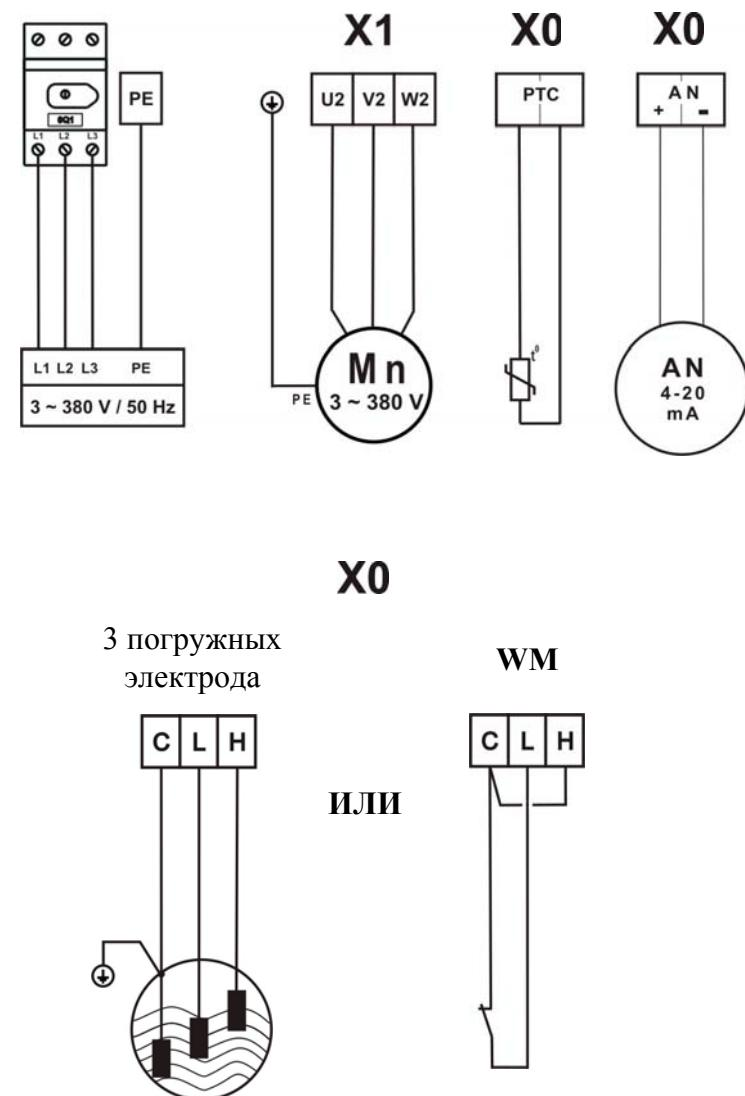

Рис. 3 Схема подсоединения сетевых контактов и клеммных колодок
- Для подключения питающей трехфазной электросети ~380 В, 50 Гц к прибору необходимо использовать соответствующий кабель и контакты основного сетевого рубильника или его клеммников и клеммника заземления (рис.3) - L1, L2, L3, PE
- Для подключения насоса в соответствии со значением номинального тока подключаемого двигателя (указывается на шильдике двигателя насоса) по Таблице 5 установить сечение токопроводящих жил кабеля "прибор - двигатель насоса". Соответствующим кабелем подключить клеммы трехфазного двигателя насоса U-V-W, PE к соответствующим клеммам колодки X1 (рис.3), расположенной на синус-фильтре. Клеммы терморезистора PTC/WSK подсоединить к соответствующим клеммам колодки XO (рис. 3). Для насосов не имеющих защиты двигателей PTC контактты клеммной колодки PTC необходимо соединить перемычкой.
При подсоединении внешних датчиков необходимо учитывать электрические параметры соответствующих входов по Таблице 3 в зависимости от используемых в системе внешних датчиков. Сигналы от внешних датчиков необходимо подсоединить к соответствующим клеммам колодки X0 (рис. 3).